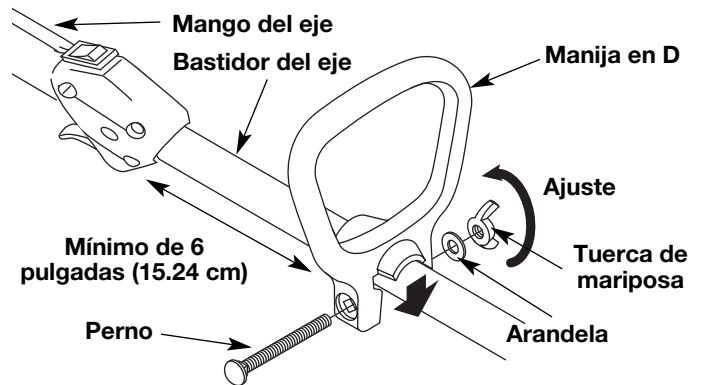

Fig. 4
1. Empuje la manija en D hacia abajo sobre el bastidor del eje (Fig. 4). El orificio del perno cuadrado de la manija queda hacia la derecha.